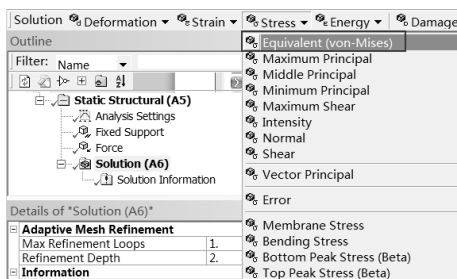

图 4-49 添加等效应力选项
Step2：选择 Solution 工具栏中的 Stress（应力） Equivalent（von-Mises）命令，此时在分析树中会出现 Equivalent Stress（等效应力）选项，如图 4-49 所示。